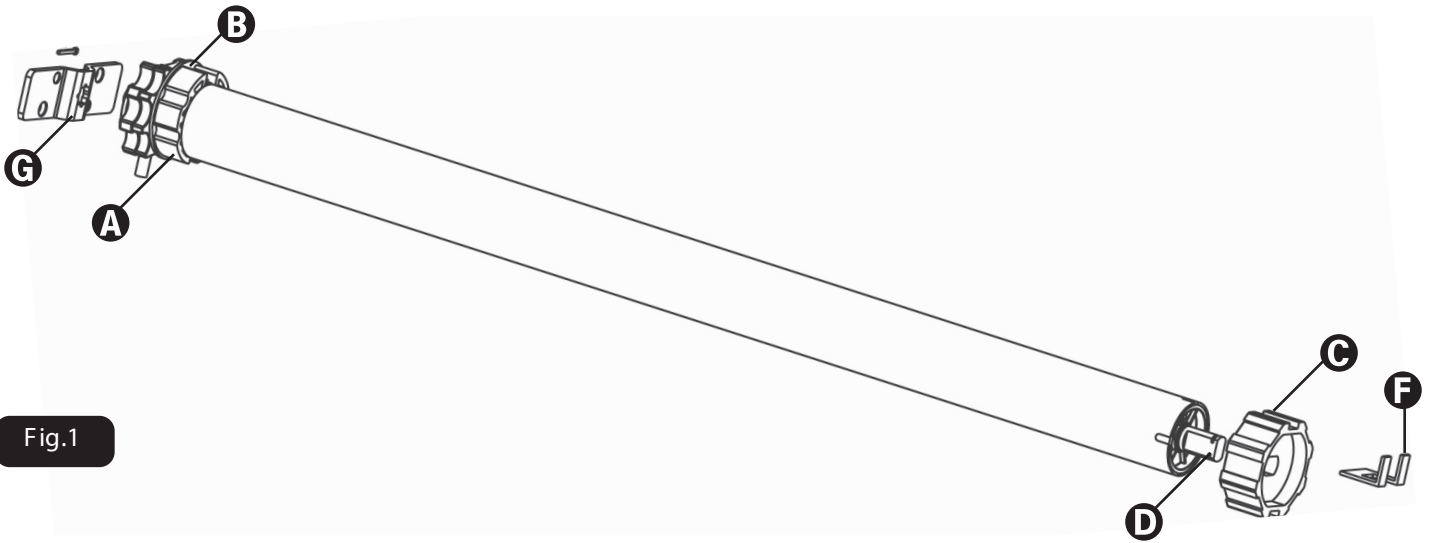

Fig.1
- Inserire la corona **B** sulla ghiera **C** del finecorsa (fig.1).
- Inserire la puleggia **D** sul perno del motore **E** (fig.1).
- Insert the crown **A** in the driving wheel **B** of the limit switch (fig.1).
- Insert the pulley **C** on the pivot of the motor **D** (fig.1).
- Insérer la couronne **A** sur le collier **B** du fin course (fig. 1)